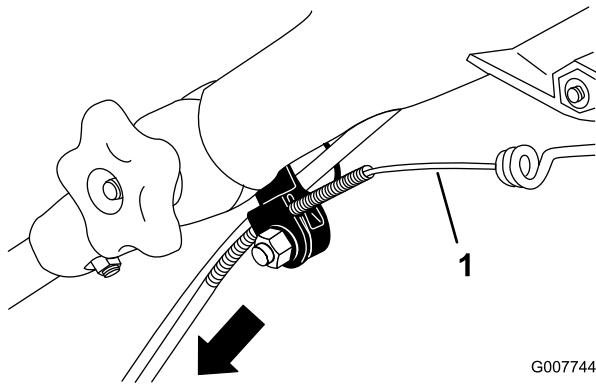

Figura 47
3. Tire hacia abajo de la cubierta del cable hasta eliminar la holgura en el cable expuesto (Figura 47).